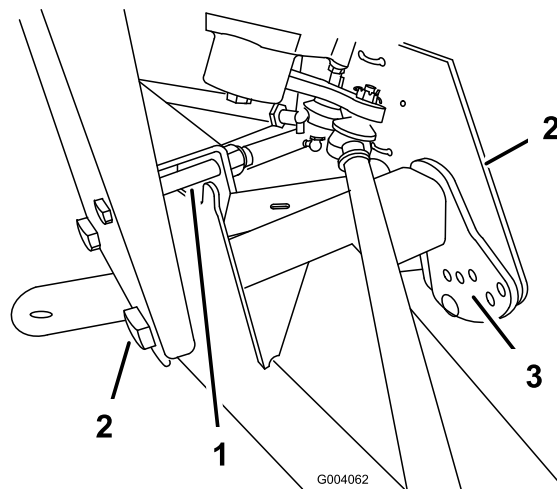

Figura 42
2. Rimuovete il bullone limitatore della corsa (Figura 42).
3. Allentate i bulloni di centraggio sul telaio ad A anteriore (Figura 42).
4. Rimuovete il bullone di regolazione dell'altezza di marcia (Figura 42).
5. Girate il telaio ad A anteriore nella posizione opportuna (vedere la nota in calce) e rimontate il bullone di regolazione dell'altezza di marcia (Figura 42).
7. Rimontate il bullone limitatore della corsa (Figura 42).